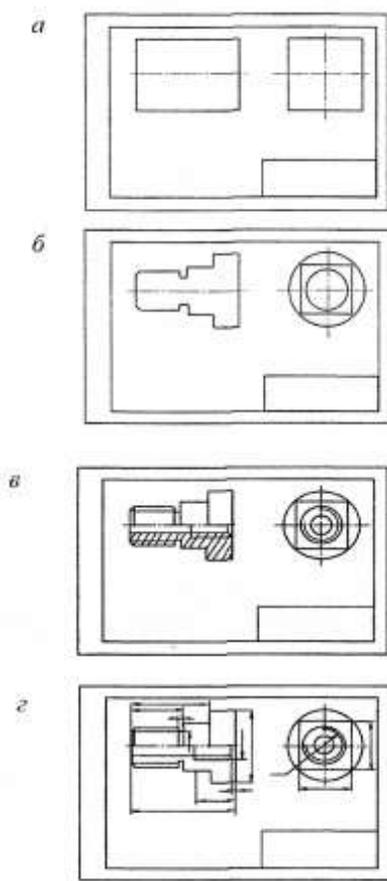

Рис.17
- размещение видов на чертеже планируют с помощью габаритных прямоугольников (рис. 17 а).
- нанести внешние контуры каждого изображения с конструктивными элементами (фаски, проточки и т. д.) (рис. 17б);
- обвести видимый контур изображений сплошной толстой линией (рис. 17 в).
- провести выносные и размерные линии для всех размеров (габаритных, межосевых и т. (рис. 17д);
- обозначить разрезы, сечения, выносные элементы (если они имеются) (рис. 17 г).